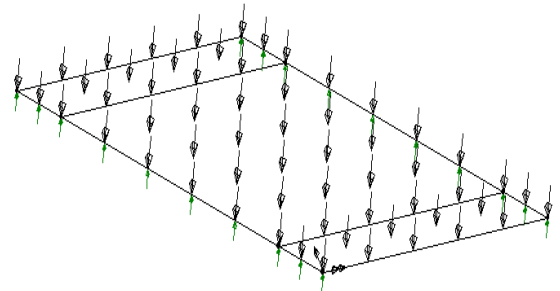

Fig. 32
- pe ecran este afișată structura cu încărcarea din cazul 1 (fig. 32)